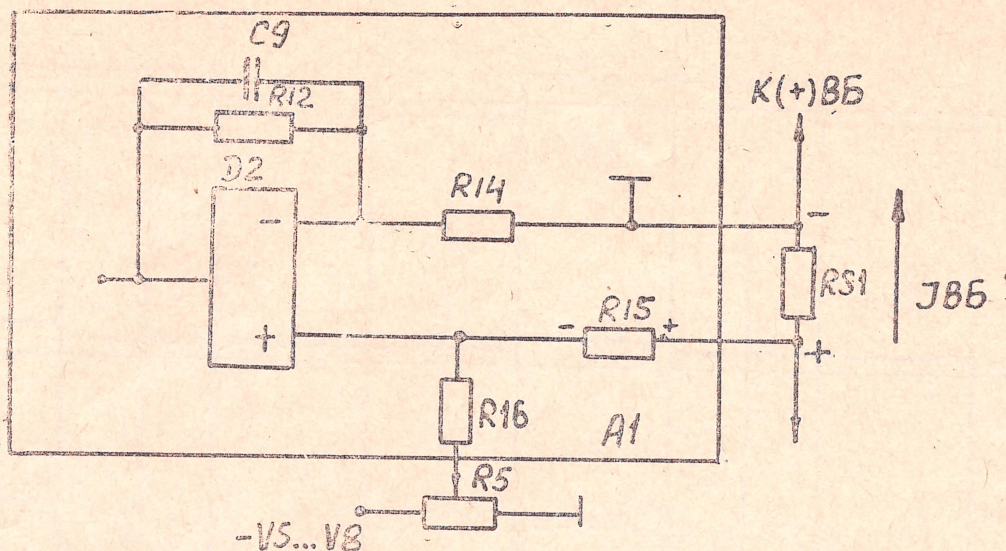

Рис. 6
4.4.3. Регулятор тока РЕГТ, схема которого показана на рис. 6, предназначен для создания режима ограничения выпрямленного тока (при работе выпрямителя в режиме стабилизации напряжения) или режима заряда (стабилизации вып-
Ток от источника опорного напряжения, протекая через резисторы = A1—R15, R16 и шунт RS1 к точке нулевого потенциала, создает на = A1—R15 опорное напряжение (падением напряжения на шунте можно пренебречь) с полярностью, указанной на рис. 6.
Выпрямленный ток ВВ, протекая по шунту PS1 в направлении, указанном на рис. 6, создает на нем падение напряжения с полярностью, противоположной опорной.